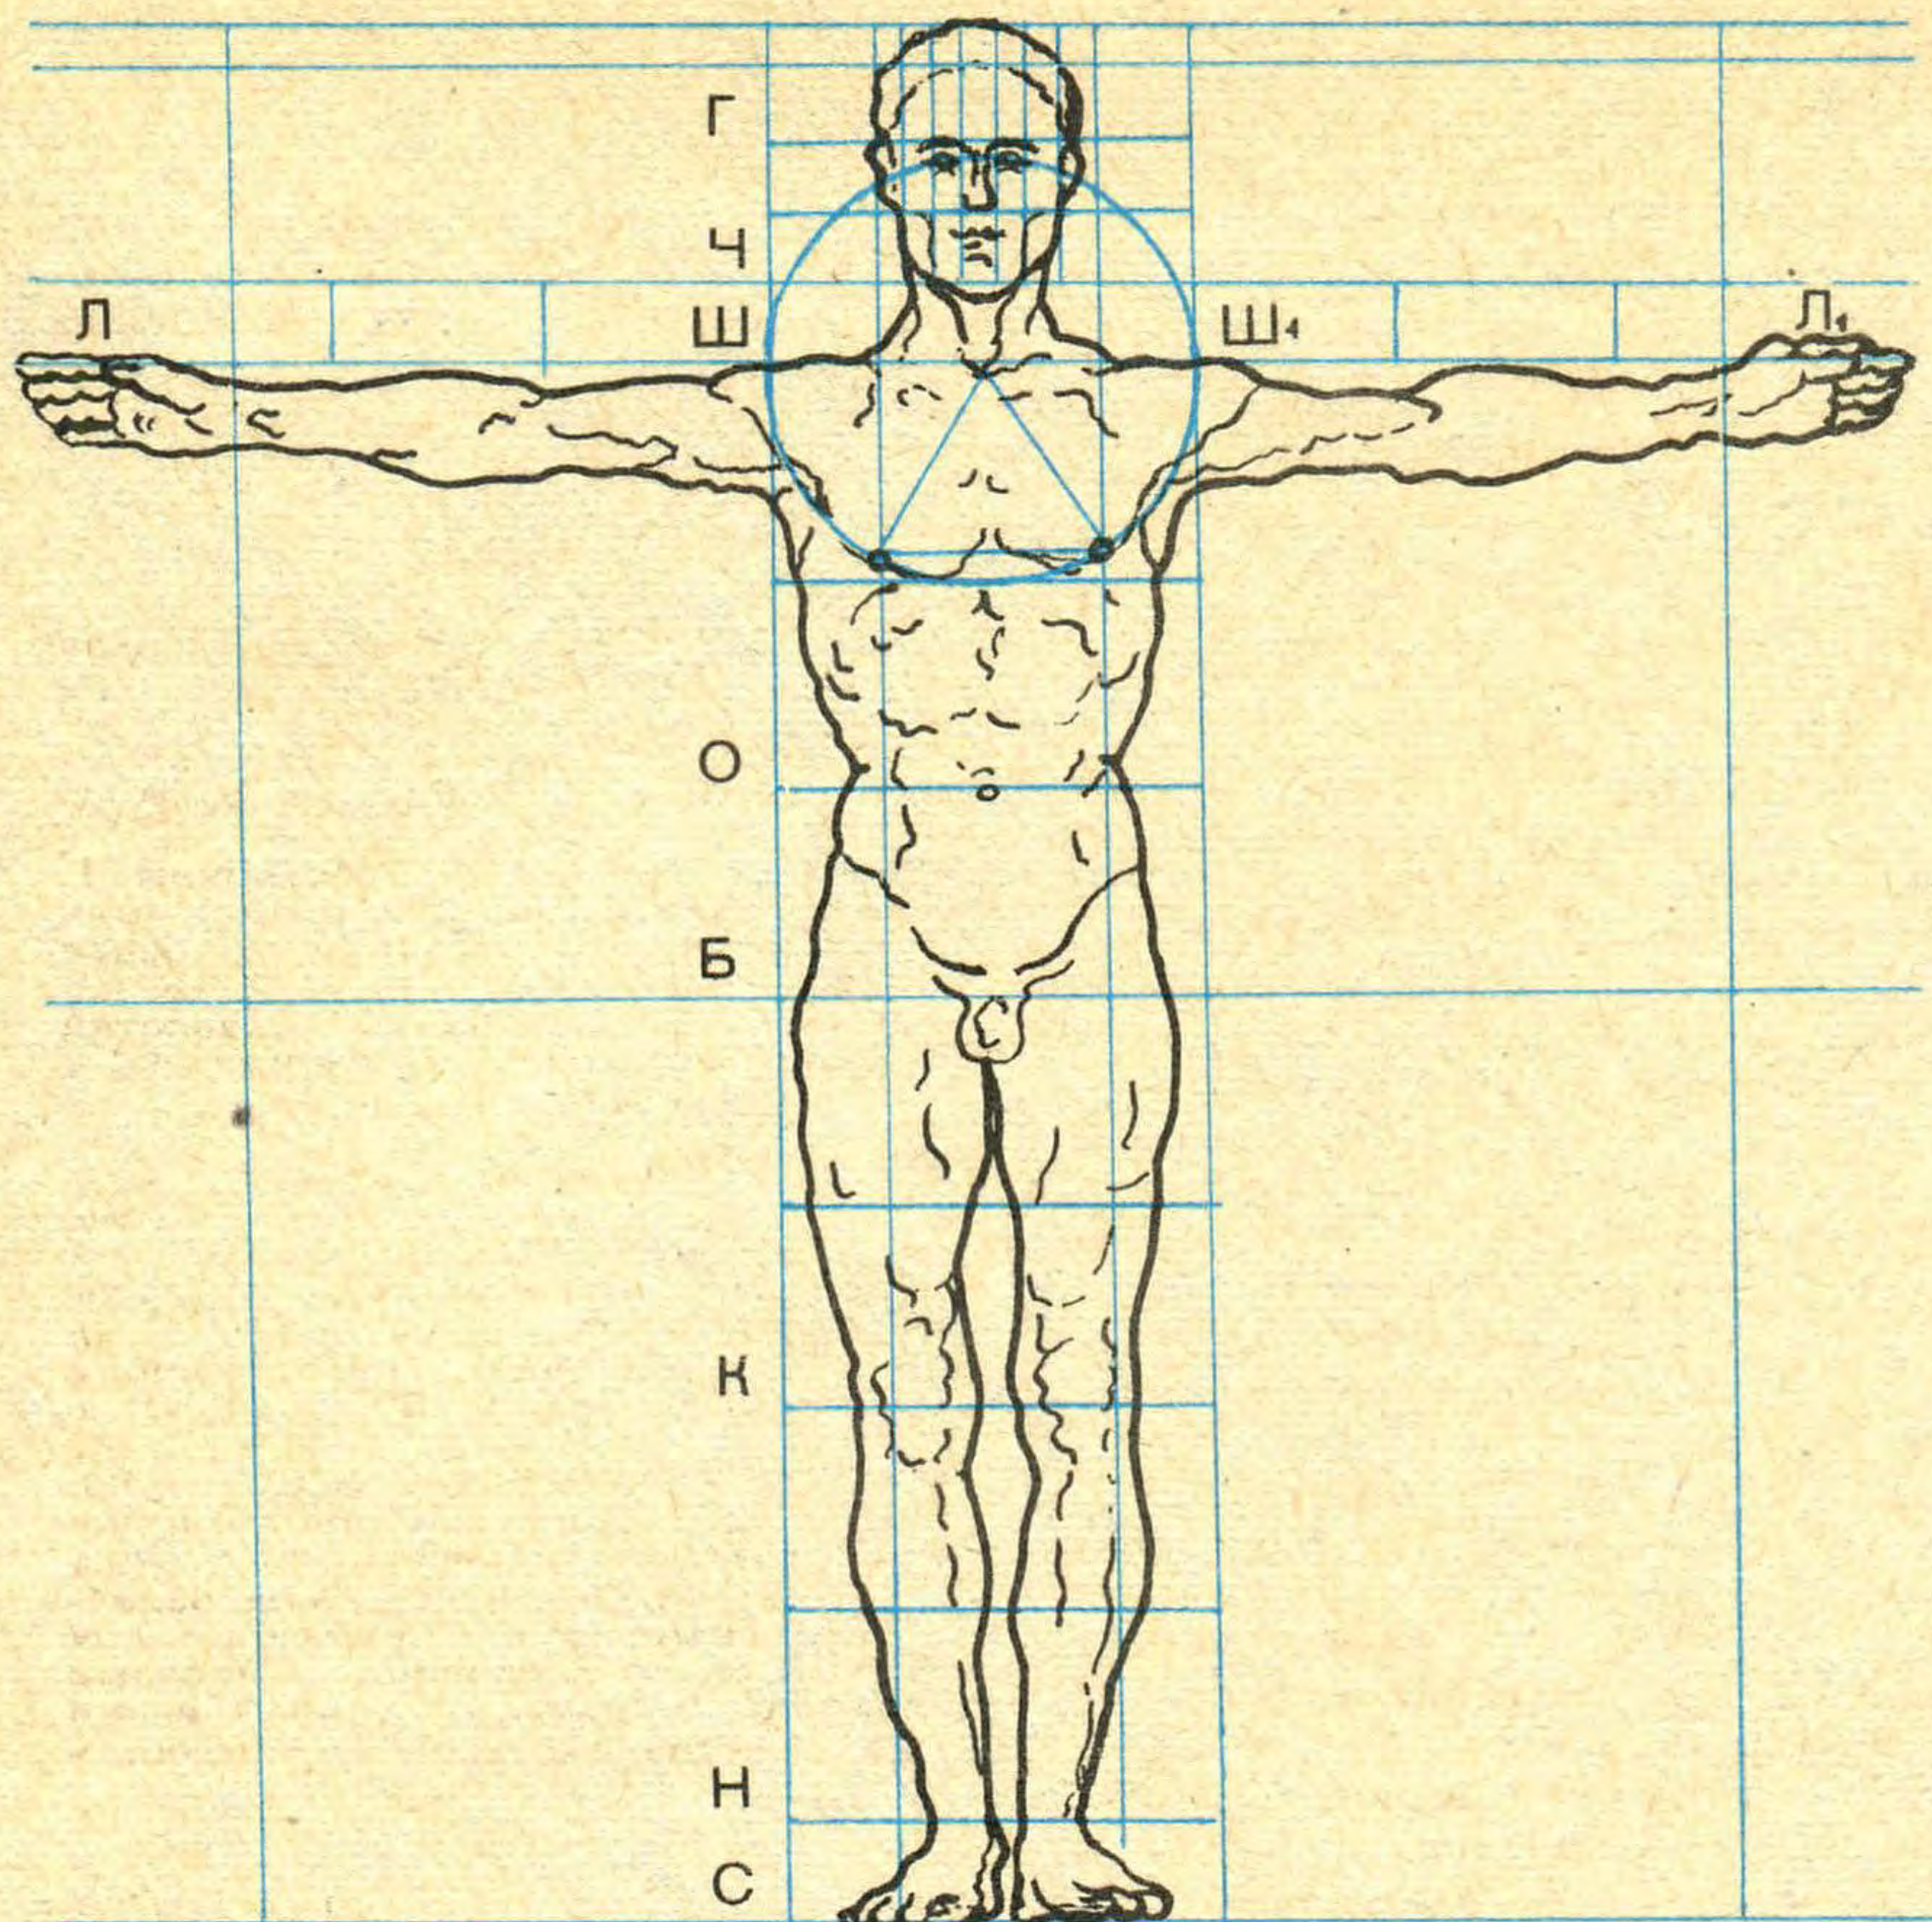

Рис. 1
**Рис. 1.** На рисунке А. Дюрера «Изучение пропорций» хорошо видно: размеры тела человека (за единицу измерения выбраны голова) относятся как 1:2:3:5:8 и составляют ряд Фибоначчи.